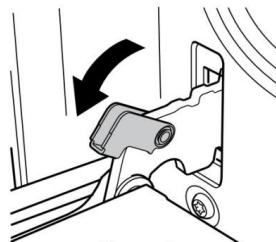

Figure 1
- Ouvrez la porte au maximum et tirez le verrou sur la charnière de la porte (figure 1). Il existe deux verrous de chaque côté de la porte du four.